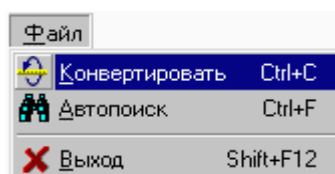

Рис. 3.65. Подпункты меню «Файл»
**1. Пункт меню «Файл»** включает в себя подпункты (Рис.3.65):
Предназначено для выбора папки, в которой располагаются файлы конфигурации старого формата. Если точное расположение такой папки неизвестно, то лучше воспользоваться кнопкой (пунктом главного меню) «Автопоиск» (рис.3.65).